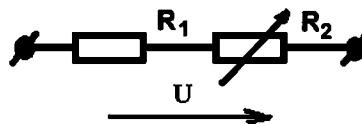

Рис. 1.42. Схема к контрольному вопросу 3
3. Как изменится напряжение на сопротивлении  $R_1$ , если сопротивление  $R_3$  уменьшилось при неизменном напряжении  $U$  (рис. 1.42)?